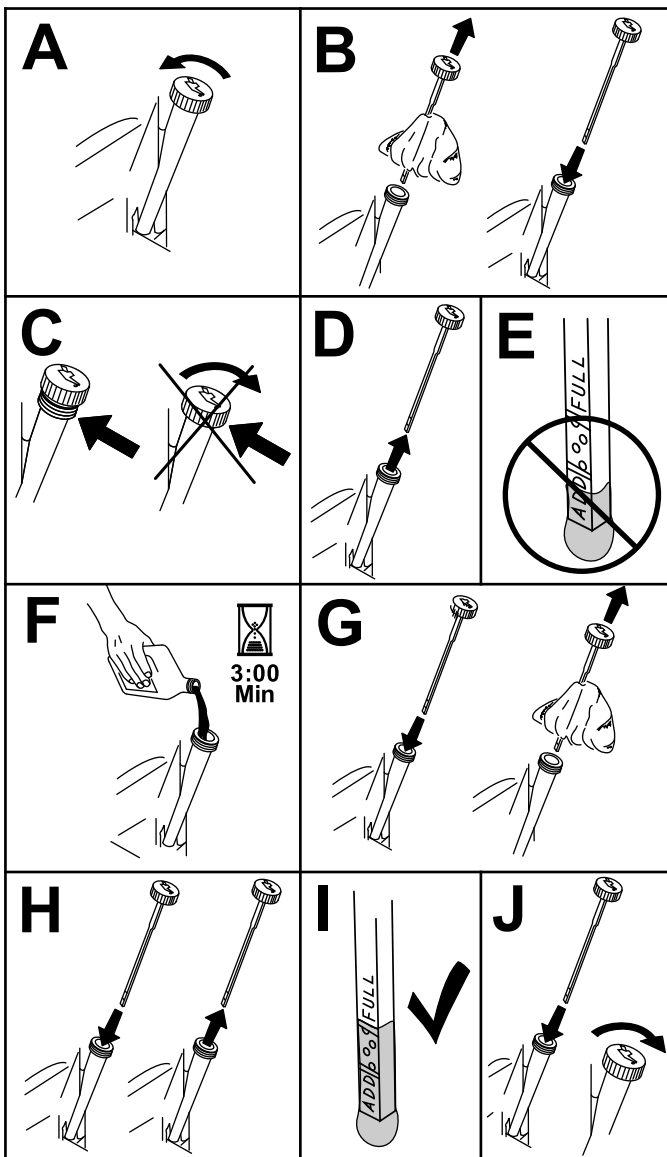

Figura 44
3. Compruebe el nivel de aceite del motor, según se muestra en (Figura 44).